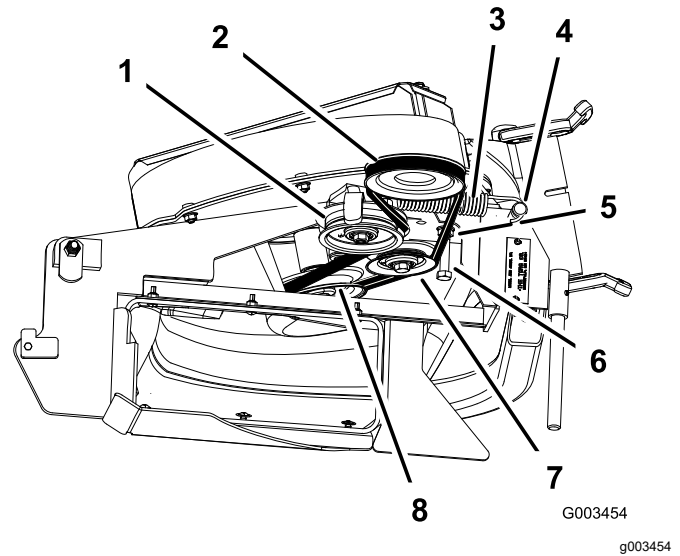

Bild 15
2. Lösen Sie die Riemenführungsschraube an Mähwerken mit 122 cm und 132 cm (Bild 15).
3. Verlegen Sie den Riemen um die Riemenscheibe des Gebläses und die starre Spannscheibe (Bild 15).